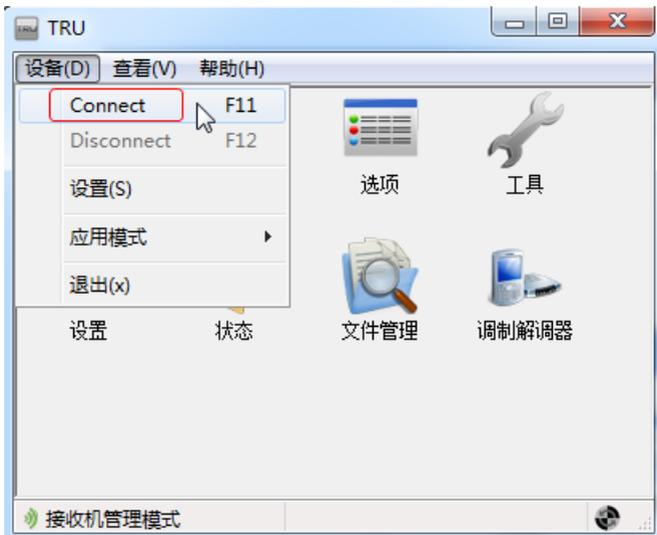

图 2-19 TRU—连接（2）
3. 选择接收机连接的计算机 COM 口，点击**连接**（图 2-19）。